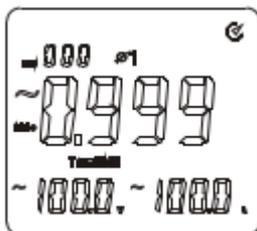

Figura 10-1
- 4) Como muestra la figura 10-1, presione la tecla “SELECT” para elegir la fase 1, $\phi 1$, de un sistema de tres fases con cuatro cables. Se mostrará el factor de potencia $\cos(\phi)$, tensión (V) y corriente (A) para la fase 1.